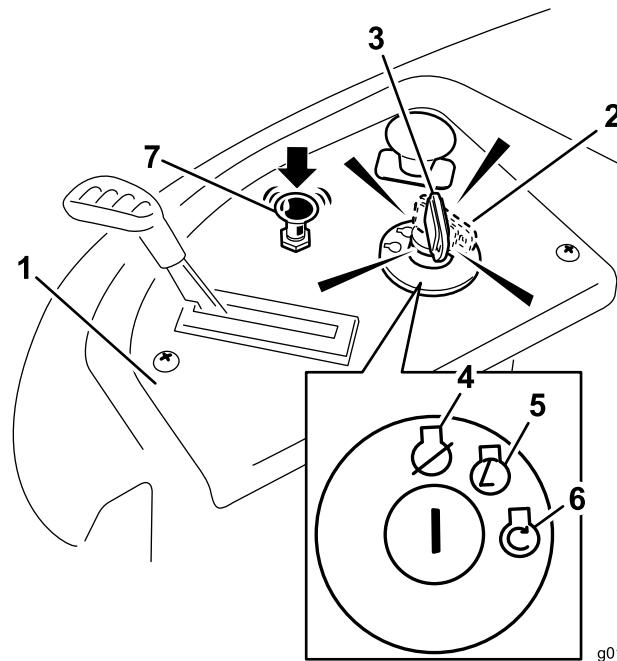

Bild 14
- 4. Drehen Sie den Zündschlüssel auf Start, um den Anlasser zu aktivieren. Lassen Sie den Schlüssel los, wenn der Motor anspringt (Bild 14).
- 5. Schieben Sie nach dem Anspringen des Motors den Chokehebel langsam rein (Bild 14). Wenn der Motor unregelmäßig läuft oder aussetzt, ziehen Sie den Choke heraus und lassen Sie den Motor für ein paar Sekunden laufen. Drücken Sie den Choke dann rein. Wiederholen Sie diesen Vorgang nach Bedarf.
3. Stellen Sie den Zündschlüssel auf „Aus“ (Bild 14) und ziehen Sie ihn ab.